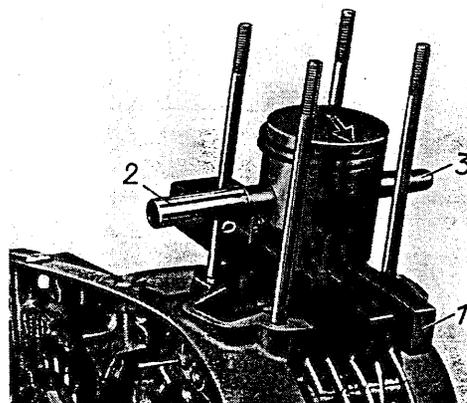

Fig. 190. Montage du piston
Poser le support de piston (1) 22-50.412 sur le carter et ficher le piston chauffé sur la bielle, la flèche étant dirigée vers le canal d'écoulement. L'axe de piston froid (2) est également fait glisser sur le mandrin de guidage froid (3) 02-MW 33-4 et est introduit dans le piston, l'extrémité conique du mandrin de guidage en avant. De cette façon, le piston et la bielle sont alignés et le roulement à aiguilles n'est pas détérioré en enfonçant l'axe de piston (fig. 190).